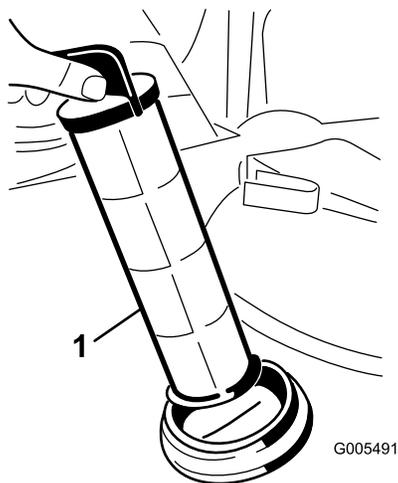

Figura 57
4. Estraiete il filtro di aspirazione dal foro (Figura 57).